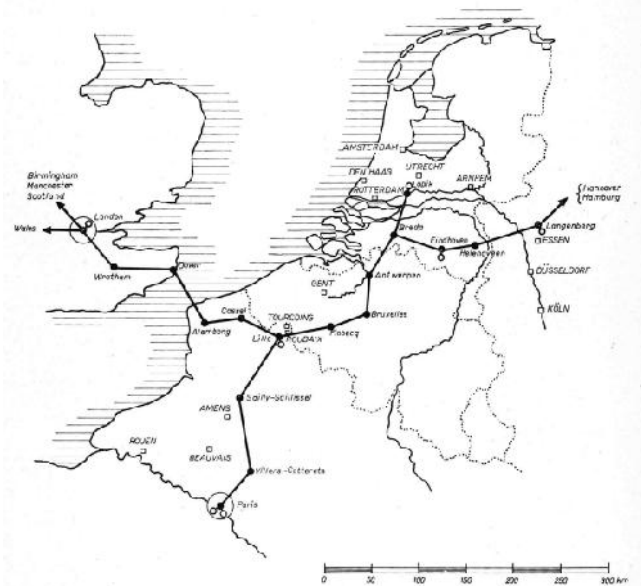

Fig. 1. Kaart van het deels nog provisionaire Europese televisienet. De eirkeljes stellen televisiezenders voor, de zwarte stippen straalzenders en -ontvangers.
Fig. 1. Lijnenvertaler met optisch tussenbeeld, die een televisiebeeld van 405 lijnen omzet in een beeld van 625 lijnen. Het beeld van 405 lijnen wordt op de gewone wijze zichtbaar gemaakt op het scherm van de (speciale) weergeefbuis C (met afbuigspoelen D_1 ; lijnfrequentie $f_1 = 405 \times 25 = 10\ 125$ Hz, rasterfrequentie $f_r = 50$ Hz). Een lens L beeldt het scherm van C af op de fotokathode P van een opneembuis (beeldiconoscoop I). De trefplaat (T) hiervan wordt afgetast volgens het 625-lijnensysteem (afbuigspoelen D_2 ; lijnfrequentie $f_2 = 625 \times 25 = 15\ 625$ Hz, rasterfrequentie $f_r = 50$ Hz).